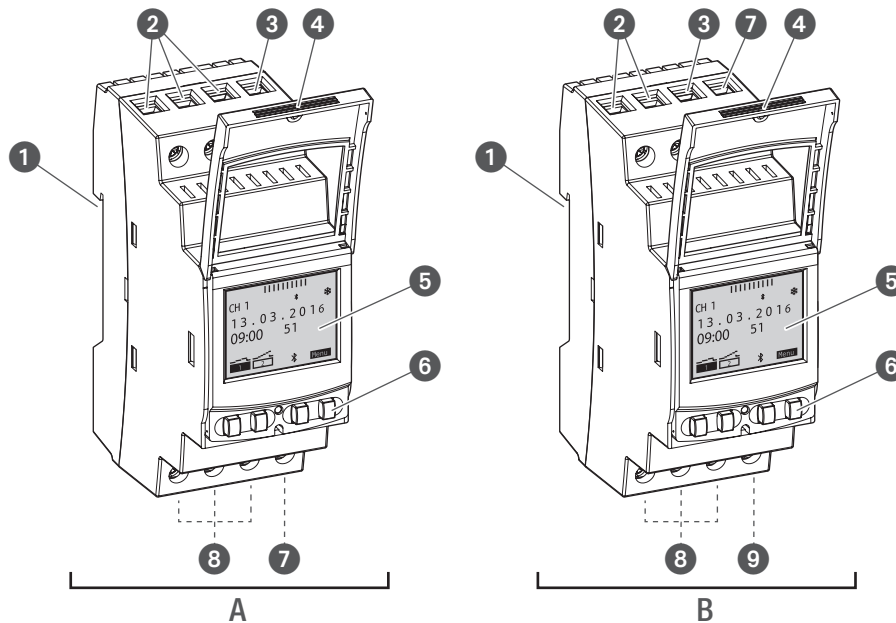

Fig. 1: Fordelingstidsur
Fordelingstidsuret er et tidsur som monteres på en DIN-skinne ved hjelp av et klikksystem (Fig. 1/①), og dette styrer den tilkoblede enheten. Fordelingstidsuret har 1 eller 2 kanaler og betjenes via en skjerm (Fig. 1/⑤) med 4 betjeningstaster (Fig. 1/⑥). Fordelingstidsuret kan programmeres manuelt eller via en mobil enhet. Radiosignalet frekvens ligger på 2,4 GHz, og maksimal utgangseffekt er på 1,8 mW.